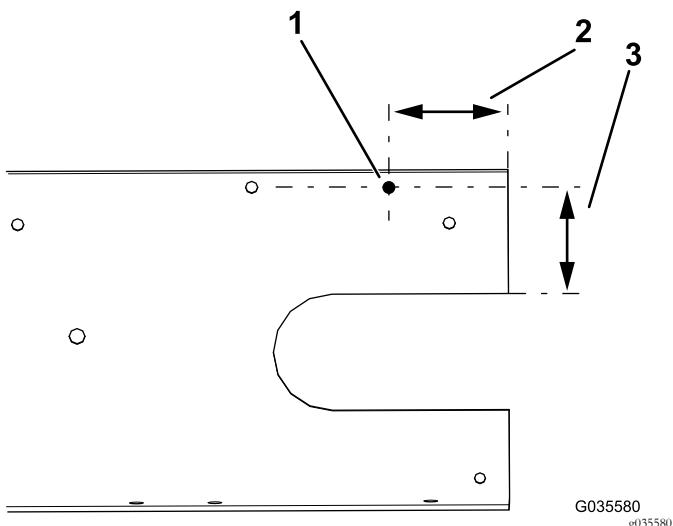

Bild 8
7. Bohren Sie ein Loch in die rechte Seite der ISO-Befestigungshalterung, in Bild 8 finden Sie die richtige Lochstelle.
Hinweis: Bohren Sie Punkt 1 in Bild 8 nicht zu groß, da die Blechschraube sonst nicht passt.